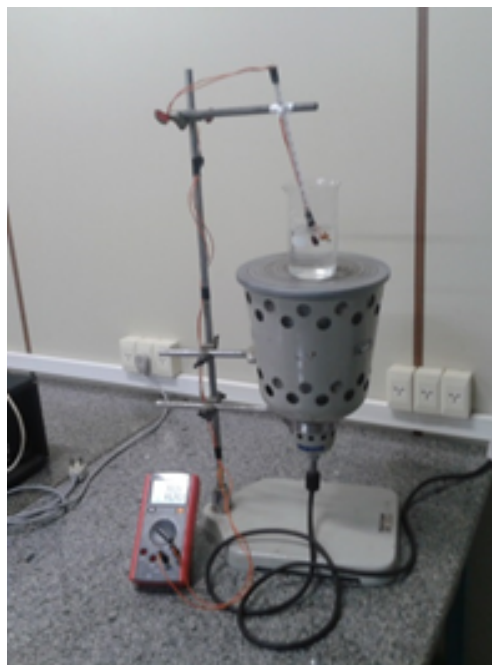

Figura 9.2: Arranjo experimental para análise de um termistor.
1. Monte o aparato experimental mostrado na Figura 9.2.